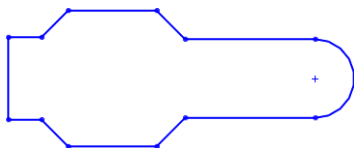

图 2-139 伸展后的草图实体
- 05 单击【伸展】对话框中的【确定】按钮，完成伸展草图实体，显示结果如图 2-139 所示。